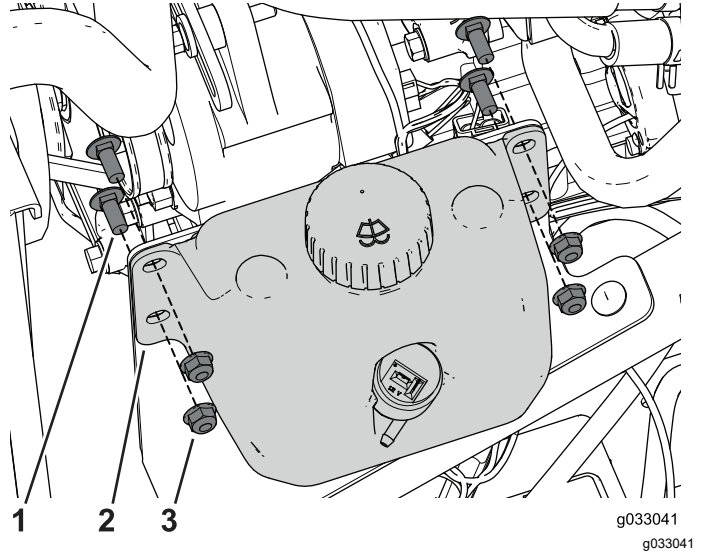

図 16
2. キャリッジボルト $\frac{3}{8}$ x $\frac{3}{4}$ " 4本とフランジナットを使って、ウォッシャー液タンクをブラケット固定する 図 16。